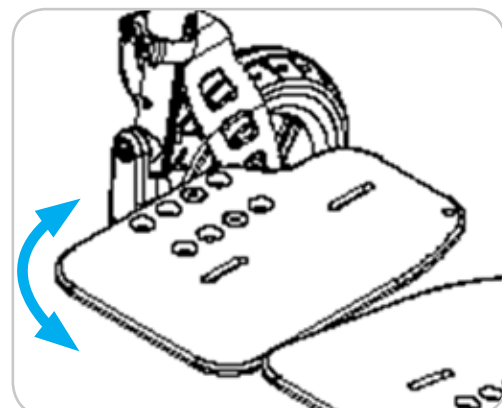

Figura 30
2. Regolare il poggiapiedi all'inclinazione desiderata. Cfr. Figura 30.